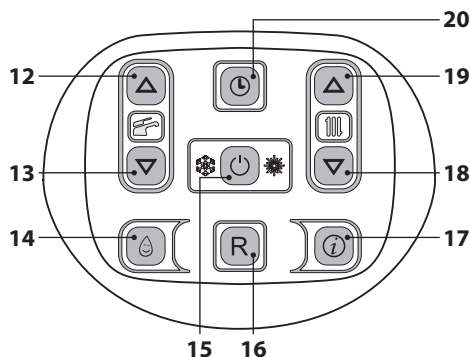
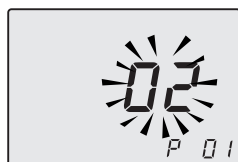

Figura 5.53
Figura 5.54
- Entrare in "modalità programmazione" premendo contemporaneamente per 10 secondi i tasti 15 - 18 - 19 (Figura 5.53) fino a far apparire sul display LCD le lettere **P01** e il valore del parametro, indicati l'entrata nel "parametro 01" (Figura 5.54).
- Premendo il tasto 15 (Figura 5.53) si ottiene la conferma del valore inserito.